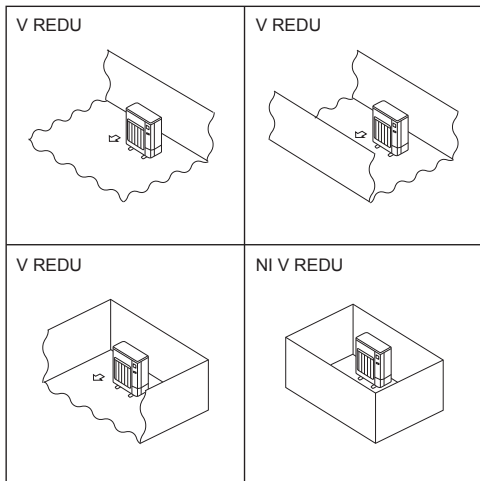

Fig. 2-2
- Zunanje enote namestite v dovolj velikem prostoru brez vdrtin, kjer je vsaj ena od štirih strani odprta. (Fig. 2-2)